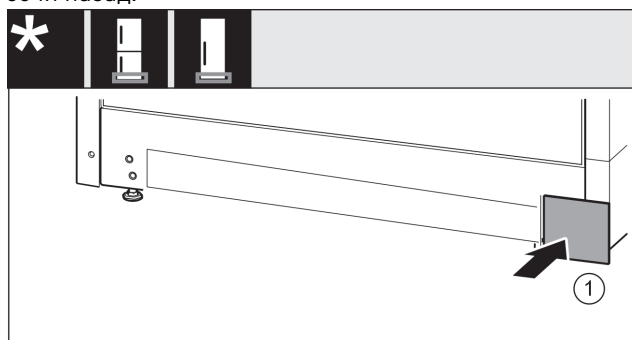

Fig. 17
- Поставете капака Fig. 17 (1) отново върху другата страна.